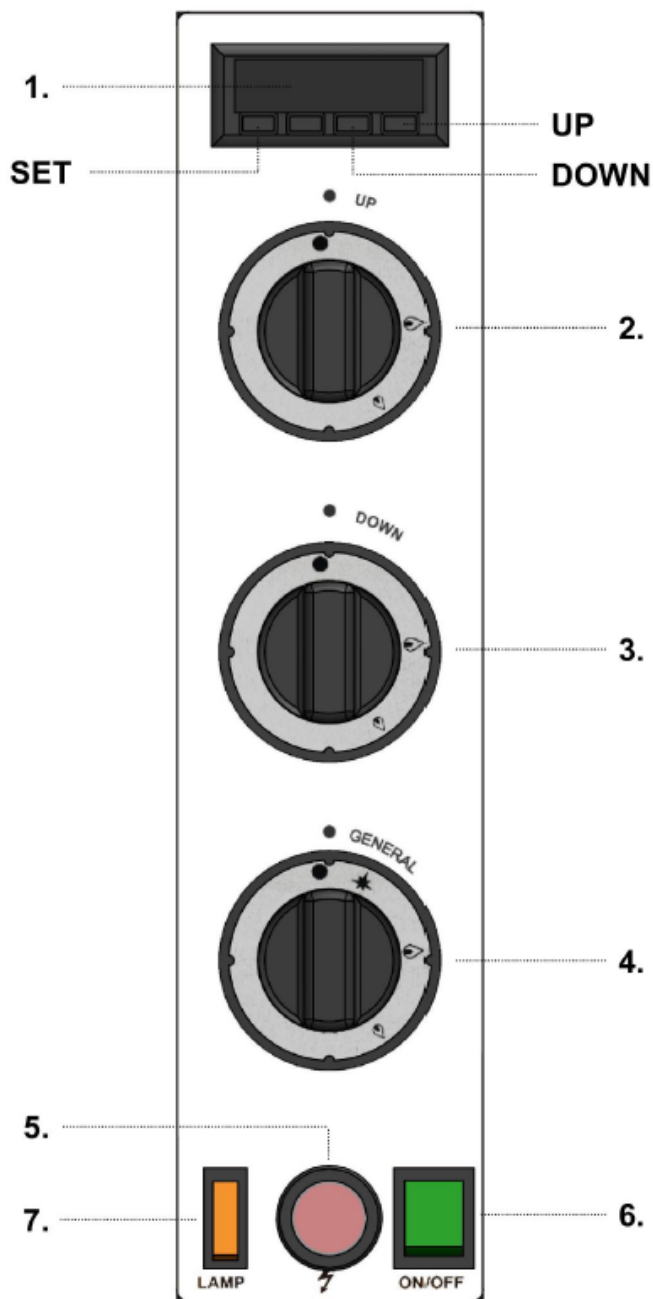

FIG.14
Le panneau de commande (FIG.14) est fixé sur le côté droit de la partie avant du four, d'où les utilisateurs peuvent faire fonctionner ou cuisiner manuellement dans le four.
- 3) Appuyer sur l'interrupteur électrique général (FIG.14-Ref.6), la lampe verte s'allumera ;
- 4) Régler le thermostat/thermomètre sur la température de travail en appuyant sur les touches « set » et « + » ou « - » (FIG.14-Ref.1). Si la température désirée est égale ou inférieure à la température atmosphérique, il sera impossible d'allumer les brûleurs car le thermostat est relié à l'électrovanne d'alimentation en gaz qui arrête le débit de gaz lorsque la température atteint la valeur désirée.
- 5) Tournez le bouton du robinet général d'alimentation en gaz (FIG.14-Ref.4) sur la position  appuyez et maintenez le bouton et appuyez à plusieurs reprises sur la veilleuse d'allumage piézoélectrique (FIG.14-Ref.5) ; relâchez le bouton si la veilleuse s'allume ; la flamme de la veilleuse doit rester allumée ; si ce n'est pas le cas, répétez l'opération. Il est possible de contrôler la flamme de la veilleuse à travers la fente située sur le côté droit du panneau frontal (FIG.3-Ref.2).
- 6) Tournez le bouton du robinet général (FIG.14-Ref.4) sur la position  (puissance maximale) ;
- 7) Ouvrez les robinets respectifs du brûleur supérieur (FIG.14-Ref.2) et inférieur (FIG.14-Ref.3) et tournez-les dans le sens inverse des aiguilles d'une montre jusqu'à la position  (puissance maximale). La flamme du brûleur à allumage intermittent se propage à tous les brûleurs supérieurs et inférieurs. Une fois la température souhaitée atteinte, les brûleurs s'éteignent : c'est-à-dire qu'ils s'arrêtent à intervalles réguliers et recommencent à fonctionner de manière à maintenir la température.
Une fois que le four a atteint la température souhaitée (voir point 5 du présent paragraphe), visible sur le thermostat/thermomètre (FIG.14-Ref.1), il est possible de mettre la pizza au four pour la cuisson.
- 2) Pour éclairer l'intérieur du four, appuyer sur « on » la lampe du four (FIG.14-Ref.7) ;
- 1) Éteindre le four en tournant les boutons en position ● « Off » (FIG.14-Ref.2/3/4) ;
- 2) Éteindre l'éclairage interne du four en utilisant l'interrupteur d'éclairage (FIG.14-Ref.7) ;
- 3) Éteindre l'interrupteur général (FIG.14-Ref.6) en éteignant le voyant vert ;